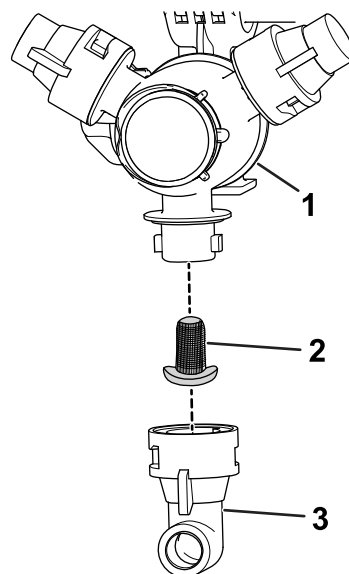

Рисунок 102
2. Снимите сопло с поворотной распылительной головки (Рисунок 102).
3. Снимите старый фильтр сопла (Рисунок 102).
4. Установите новый фильтр сопла (Рисунок 102).
5. Установите сопло на поворотную распылительную головку (Рисунок 102).